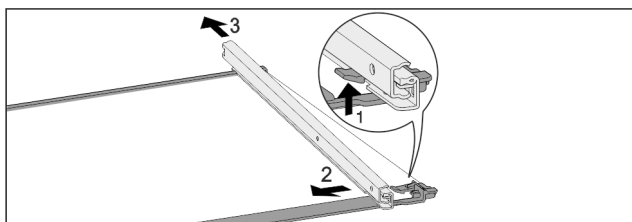

Fig. 116 Стеклянная пластина с направляющими
- ▶ Отожмите передний стопорный крючок вверх. Fig. 116 (1)
- ▶ Сдвиньте выдвижную направляющую в сторону Fig. 116 (2) и назад Fig. 116 (3).